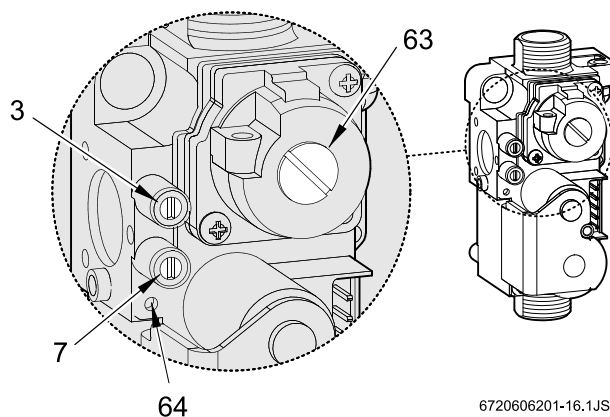

Fig. 28 Automático de gás
- ▶ Desmontar a cobertura do parafuso de regulação do gás (63) (Fig. 28).